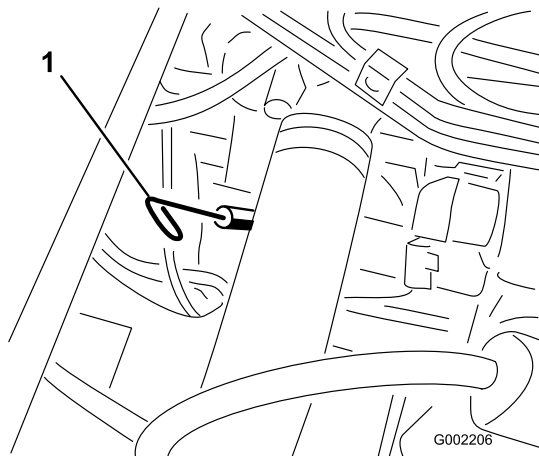

図 39
2. 助手席の下にあるディップスティックを抜き、ウェスで一度きれいに拭く (図 39)。ディップスティックを、チューブの根元までもう一度しっかりと差し込む。ディップスティックを引き抜いて油量を点検する。
13. オイル補給口のキャップを取り、所要量の約 80% のオイルを補給口から入れる（図 39）。